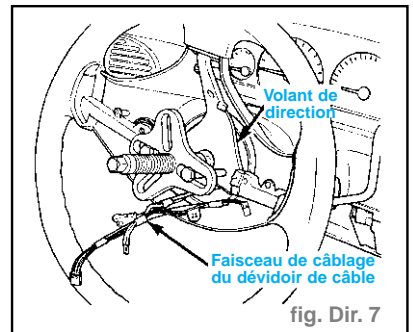

fig. Dir. 7
**Attention :** Lors de la pose des boulons d'extracteur de volant dans le volant de direction, ne pas visser le boulon dans le volant de plus de 12 mm environ, sous peine d'endommager le dévidoir de câble. (fig. Dir. 7)
- Déposer le volant de l'arbre de colonne de direction en utilisant un extracteur de volant de direction. (fig. Dir. 7)